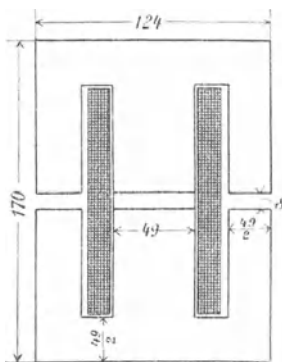

Fig. 112.
270. Die Drosselspule der Aufgabe 257 besteht aus einem aus Blechen zusammengesetzten Eisenkern mit den in Fig. 112 angegebenen Dimensionen. Die Abmessung senkrecht zur Papierebene beträgt 49 mm. Der Kern ist mit 400 [300] (200) Windungen bedeckt. Gesucht wird: